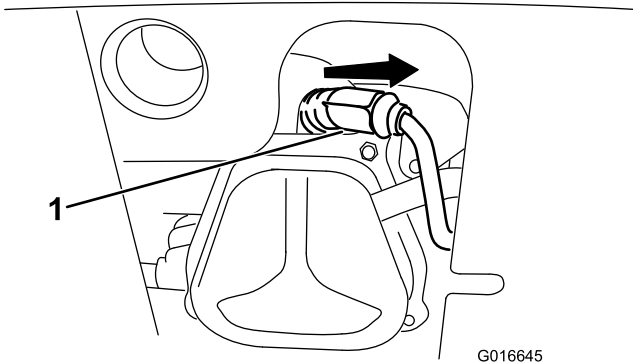

Figura 36
1. Scoatei carcasa (Figura 36).